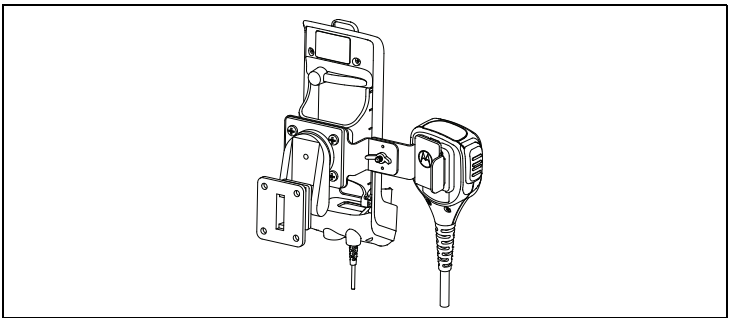

Afbeelding 1: Houder voor in het voertuig, RSM-beugel en montagebeugel
Ga als volgt te werk als u de houder voor in het voertuig wilt installeren of pas de procedure aan voor het betreffende voertuig. Zie Afbeelding 1 boven:
5. Bevestig de houder met de vier schroeven (M4 x 10 mm) aan de andere helft van de beugel. U kunt de RSM-beugel hiertussen of afzonderlijk plaatsen (zie Afbeelding 1).